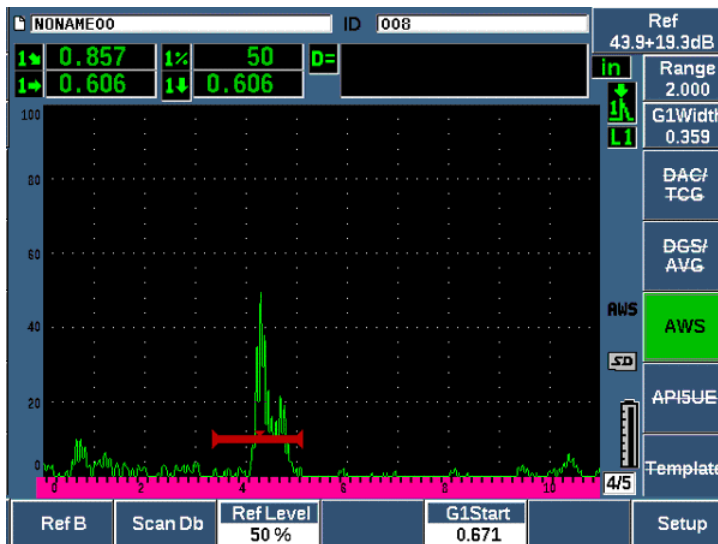

Figura 11-19 Valore di Riferimento B prima della registrazione
3. Selezionare **AWS > Rif. B** per registrare il riflettore rilevato dal gate come valore **Rif. B** e selezionare **Sì** per confermare (vedere Figura 11-19 a pagina 286).